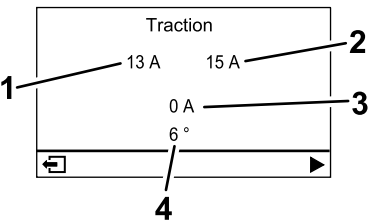

Figura 27
- **Pantalla de motor de tracción (Figura 27):** muestra el ángulo de dirección actual y el amperaje asignado a cada motor de tracción.